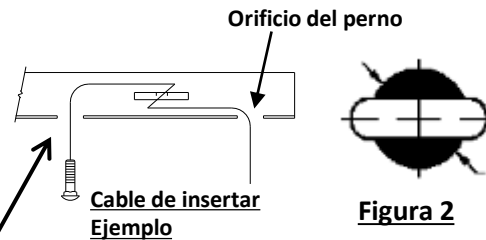

Figura 2
- Ampliar el orificio de acceso:** Con una rectificadora de matrices u otra herramienta adecuada, agrandar el orificio de acceso lo suficiente para el paso de la cabeza del perno de carruaje. Ver la Figura 2.